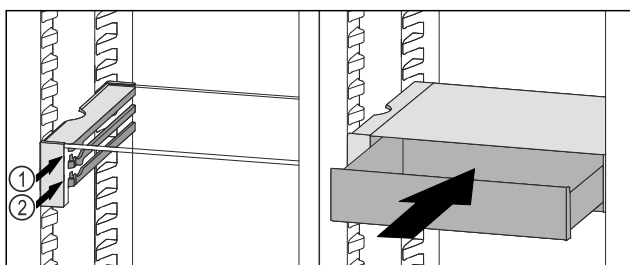

Fig. 182
- ▶ Установите выдвижной ящик VarioSafe за стопоры на требуемый выступ Fig. 182 (1) или Fig. 182 (2).